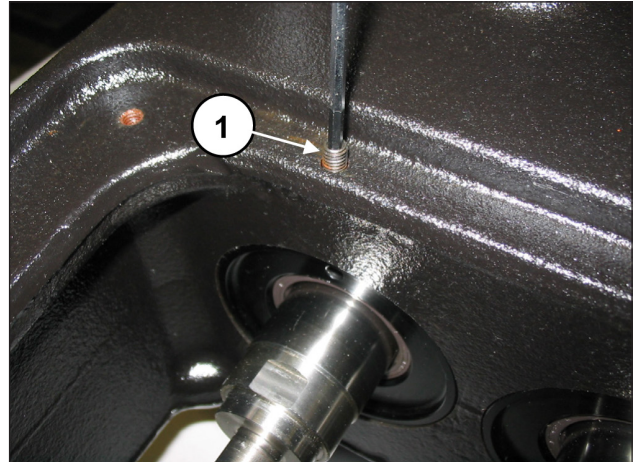

Abb. 2
Entfernen Sie die drei Spritzschutz-Distanzringe und die Spritzschutzringe lt. Abschn. 2.2.3 (Abb. 143 und Abb. 144). Lösen Sie die Stiftschrauben M6 der drei Ölabstreifring-Deckel (Pos. ①, Abb. 2).